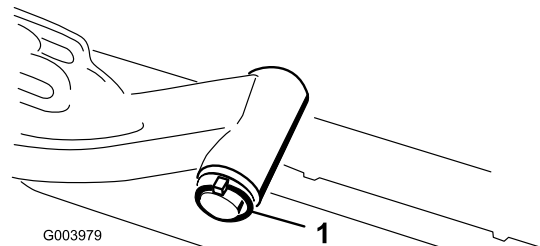

Figure 9
- A. Retirez la goupille à anneau et la rondelle qui fixent l'axe de pivot du bras de relevage au bras de relevage, et sortez l'axe de pivot du bras (Figure 9).
- C. Insérez l'axe du bras de relevage dans le bras de relevage et fixez-le à l'aide de la rondelle et de la goupille à anneau (Figure 9).